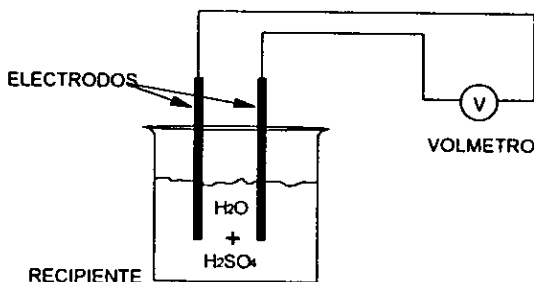

Fig. 2
- j) Arme el circuito de la fig. 2